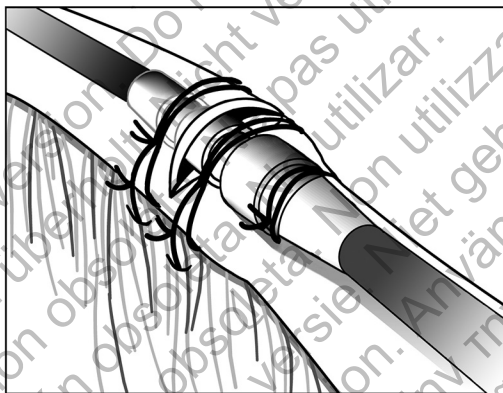

Figure 12. Exemple de manchon de suture, technique d'incision veineuse
3. En utilisant le même sillon, fixer la sonde et la veine sur le fascia adjacent (Figure 12 Exemple de manchon de suture, technique d'incision veineuse en page 28).